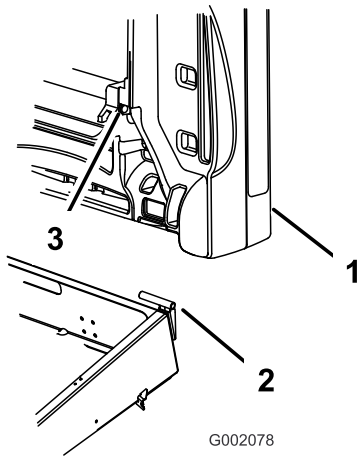

Bild 9
3. Schieben Sie das Befestigungsloch der Staubox über die Schwenkhalterung (Bild 9).